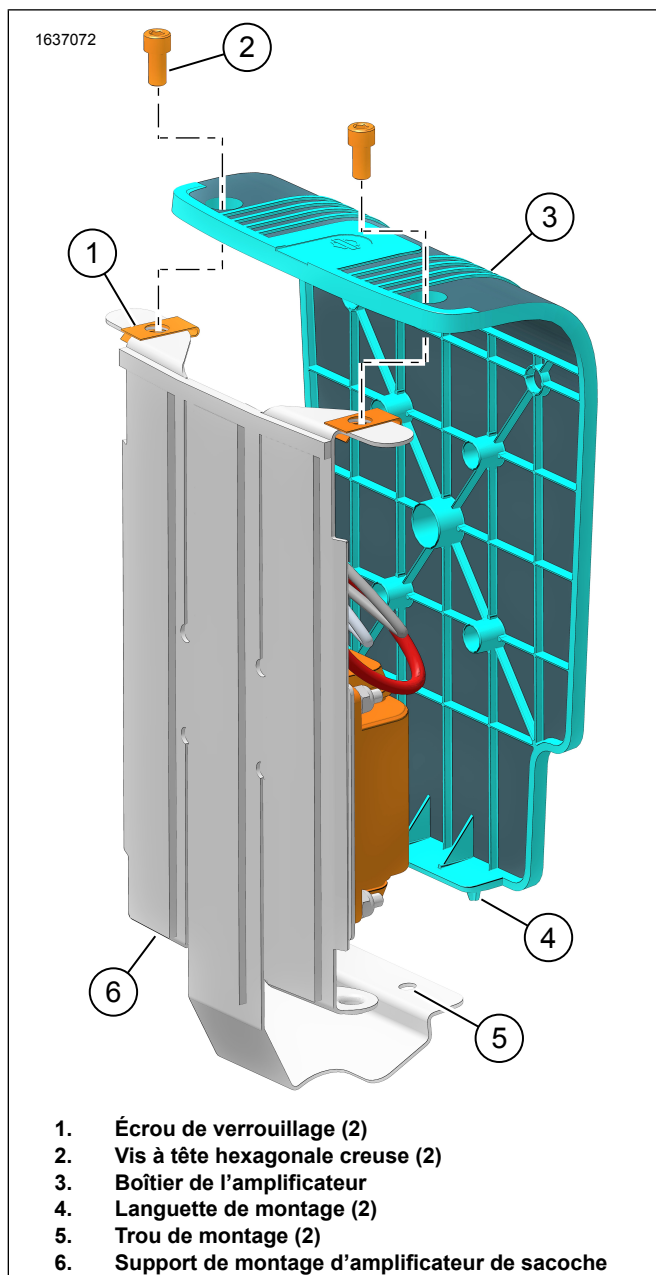

Figure 14. Boîtier de l'Amplificateur
17. Voir la Figure 14. Installez le couvercle de l'amplificateur (3).
18. Installer les vis (2). Serrer.